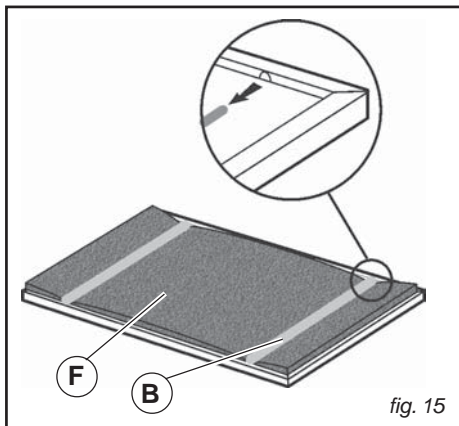

fig. 15
• Utbyte av kolfiltret (Fig. 15)
Kolfiltret (F) sitter inuti fettfiltret av metall (Fig.15); ta av filtrets hakar (B) och dra ut kolfiltret.